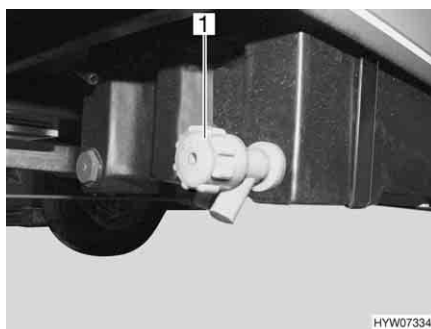

Fig. 94 Rubinetto di scarico per il serbatoio delle acque grigie
- Ruotare il coperchio (Fig. 94,1) del rubinetto di scarico in senso antiorario.
- Ruotare il coperchio (Fig. 94,1) in senso orario. Il rubinetto di scarico è chiuso.